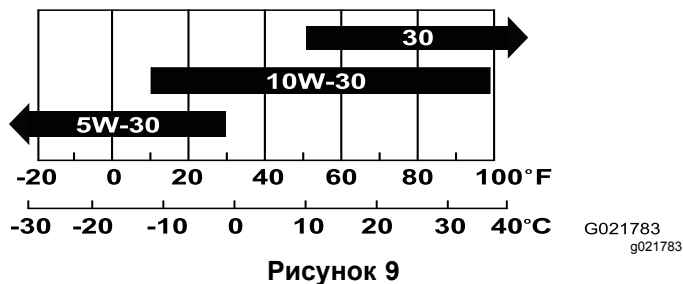

Рисунок 9
**Примечание:** Используйте масло SAE 10W-30 для общего применения. Вы можете использовать масло с другой вязкостью, указанной в таблице, если средняя температура в вашем регионе находится в указанном диапазоне (Рисунок 9).